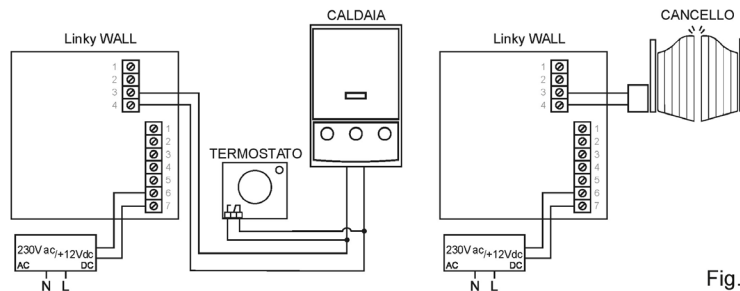
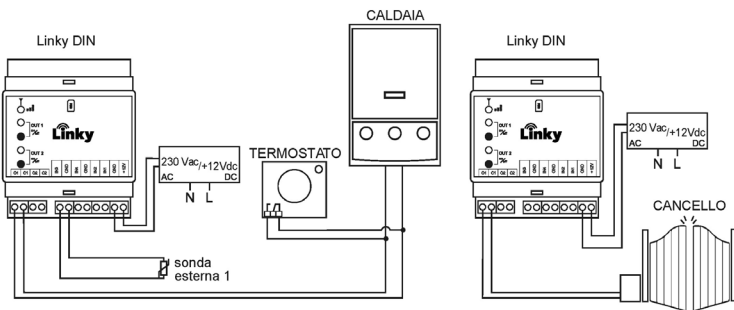

Fig.4
Fig.9
4. Eseguire i collegamenti elettrici seguendo lo schema di collegamento più appropriato (Fig.4 – ed il paragrafo *Collegamenti elettrici*).
2. Eseguire i collegamenti elettrici seguendo lo schema di collegamento più appropriato (Fig.9).
Gli esempi di collegamento riportati in Fig. 4 (modello WALL) e Fig.9 (modello DIN) rappresentano la modalità classica di installazione di Linky come cronotermostato. L'OUT1 è collegato in parallelo al termostato ambiente preesistente, di conseguenza quando tale uscita è disattiva la temperatura viene regolata tramite il termostato ambiente preesistente.